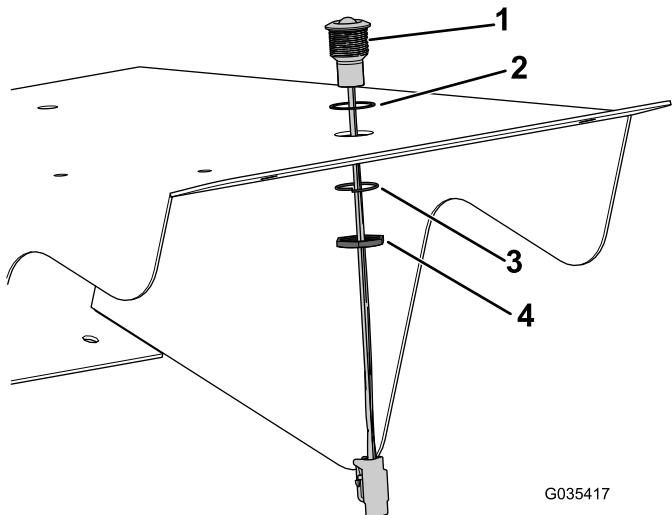

Figura 11
10. Monte la luz sobre la parte superior de la cubierta; consulte en la Figura 11 la orientación correcta.